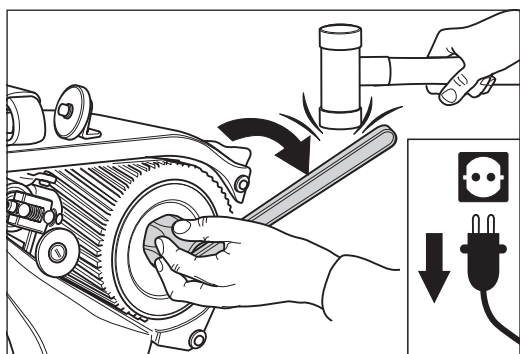

Abb. 48 Lösen der Walzenmutter (**Linksgewinde!**), gegebenenfalls mit einem gedämpften Schlag. **Niemals einen Stahlhammer benutzen!**
- 5 Öffnen Sie mit dem Walzenschlüssel (siehe Werkzeugtasche) die Walzenmutter. Beachten Sie, dass die Walzenmutter ein **Linksgewinde** besitzt (Abb. 48)! Nehmen Sie gegebenenfalls einen Schonhammer zur Hilfe. **Benutzen Sie niemals einen Stahlhammer!**